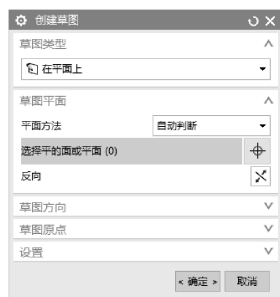

图 6-19 指定草图平面
- 02 在对话框的【截面】选项区中单击【绘制截面】按钮，打开【创建草图】对话框，然后选择 YZ 基准平面作为草图平面，单击【确定】按钮，进入草绘模式，如图 6-19 所示。